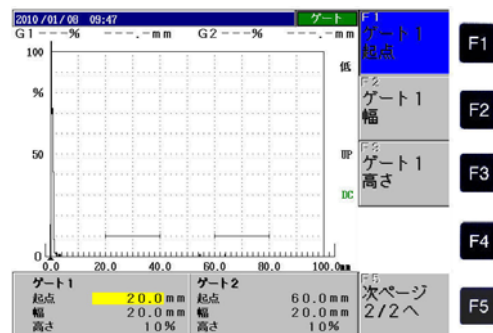

図2 ゲートの調整
②ゲートの高さや位置を変えるには、例えば、キーを押すとゲート1の調整項目が右側に表示される。ゲート1の起点は  を、幅は  を、高さは  を押して  キーで変更することができる。（図2参照）